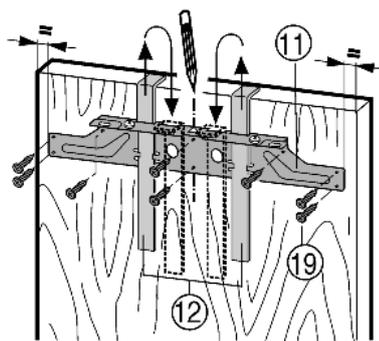

Fig. 15
- ▶ Sospendere la traversa di montaggio Fig. 15 (11) sul lato interno dell'anta del mobile servendosi degli attrezzi di montaggio Fig. 15 (12).
- ▶ Centrare la traversa di fissaggio Fig. 15 (11): disegnare sull'anta del mobile una lineetta al centro dell'anta e farvi coincidere la punta della freccia della traversa.
- ▶ Fissare la traversa di fissaggio Fig. 15 (11) con almeno 6 viti Fig. 15 (19).
- ▶ Fissare la traversa di fissaggio Fig. 15 (11) con 4 viti Fig. 15 (19) sul bordo.
- ▶ Estrarre gli attrezzi di montaggio Fig. 15 (12) verso l'alto e inserirli capovolti nelle aperture adiacenti.